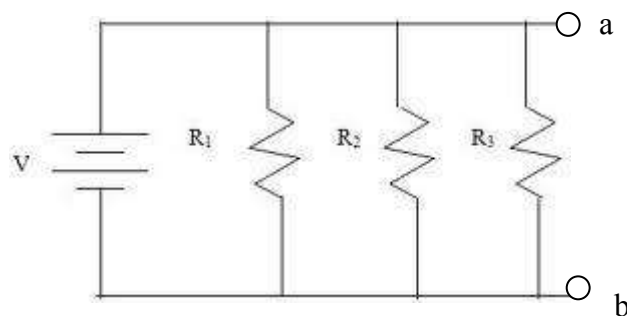

Figura 5.8 Circuito resistivo paralelo
- f) Arma el circuito mostrado en la figura 5.8